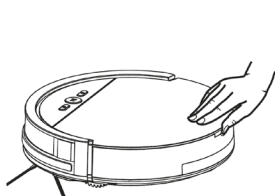

Рисунок 1
2. Отсоедините пылесборник от корпуса устройства и опустошите (Рисунок 1 и 2).